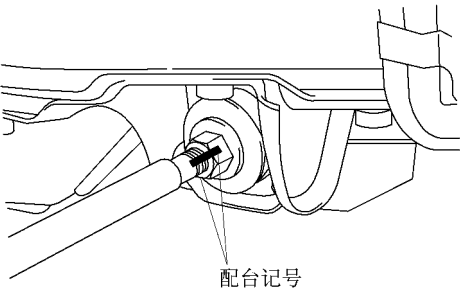

图 14-88 在支承杆和螺母上作配合记号
- 1) 在支承杆和螺母上作上配合记号，如图 14-88 所示。